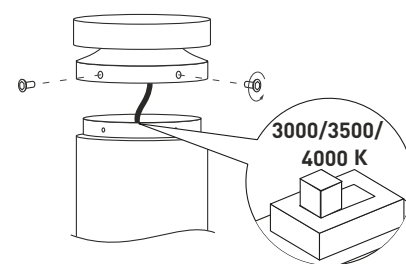

Рис. 3. Установка цветовой температуры
- Для изменения цветовой температуры необходимо выполнить следующие действия (рис. 3):